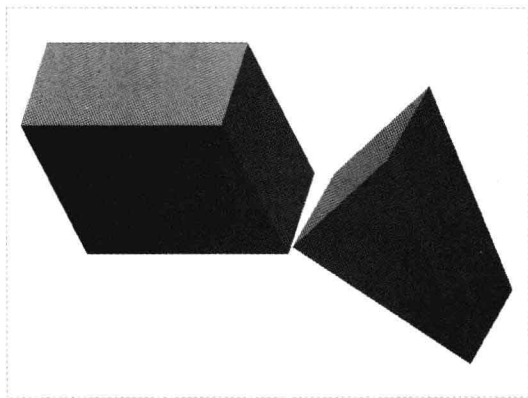

图 11-26 角度偏移约束元件
Step 04 单击“元件放置”选项卡中的“应用并保存在特征工具中所做的所有更改，然后关闭工具对话框”按钮，即可角度偏移约束元件，效果如图 11-26 所示。